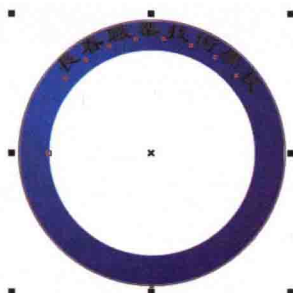

图1-35
STEP 07 执行菜单栏中的【文本】/【使文本适合路径】命令，移动鼠标到前面备份的圆形中，文字呈蓝色空心显示，将其调整至合适的位置，单击鼠标，确定文字当前的形态，效果如图1-35所示。